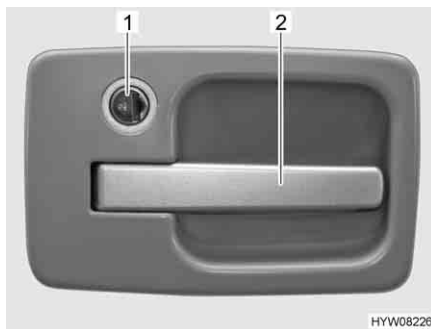

Fig. 21 Serratura della porta di ingresso, lato esterno
- Inserire la chiave nel cilindro della serratura (Fig. 21,1) e ruotarla sul simbolo "G". La serratura della porta è sbloccata.
- Tirare la maniglia della porta (Fig. 21,2). La porta è aperta.
- Inserire la chiave nel cilindro della serratura (Fig. 21,1) e ruotarla sul simbolo "U". La serratura della porta è bloccata.